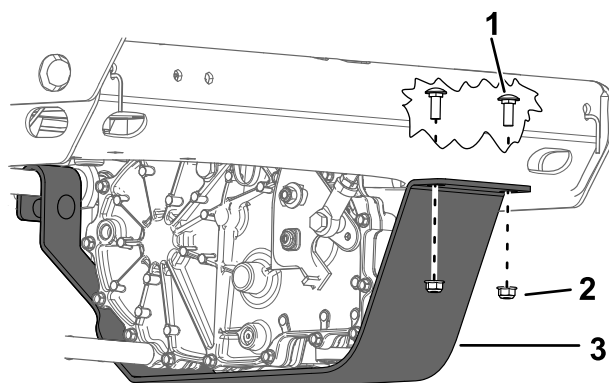

Figura 63
4. Retire los 2 pernos y tuercas de los protectores del transeje (Figura 63).
8. Gire los protectores del transeje hacia arriba y fíjelos con 2 pernos y 2 tuercas (Figura 63).